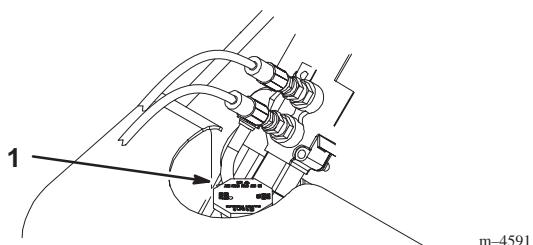

Bild 8
3. Schrauben Sie den Kühldeckel ab und überprüfen Sie den Kühlmittelstand (Bild 8). Das Kühlmittel muss bis zum Einfüllstutzen stehen.